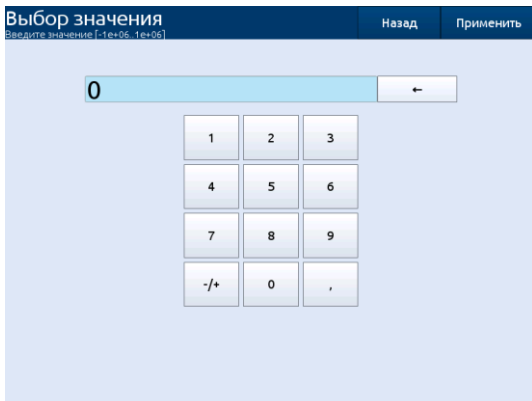

Рисунок 2.20
- в десятичной системе (см. рисунок 2.20);